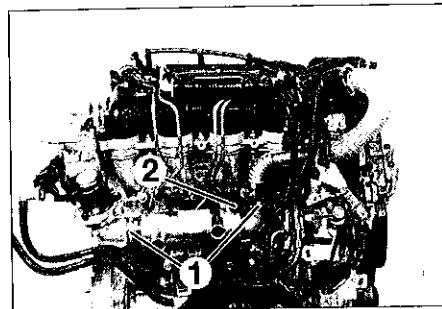

FIG.25
- Débrancher le connecteur (3) du débitmètre d'air.
- Déposer le bloc boîtier de filtre à air / débitmètre d'air (4).
- les colliers (1) (Fig.25).
- la fixation (2) de l'échangeur EGR et l'écarter.